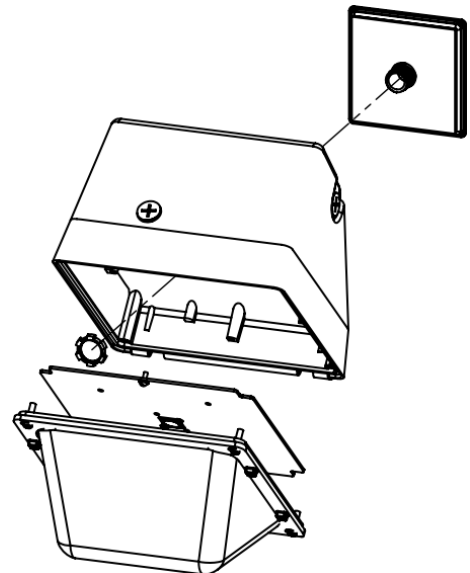

Figure 2
- Ouvrir le luminaire en retirant les (4) vis de sécurité T-20 Torx sur le devant du cadre.
- Enlever la plaque de montage arrière depuis l'intérieur en retirant l'écrou de blocage de la partie filetée de la plaque de montage. (Fig. 2)